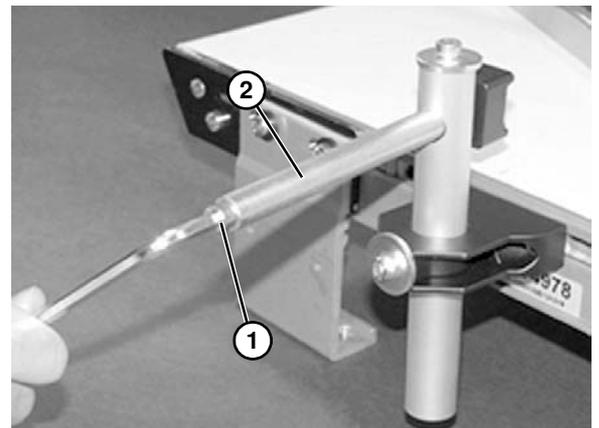

Abbildung 18
3. Schraube (Abbildung 18, Teil 1) am Wellenende (Abbildung 18, Teil 2) lösen, um die Klammer abzunehmen (Abbildung 19, Teil 1).
5. Klammer (**Abbildung 21, Teil 1**) wieder zusammensetzen und an der Welle (**Abbildung 21, Teil 2**) befestigen. Schraube (**Abbildung 18, Teil 1**) am Wellenende festziehen.